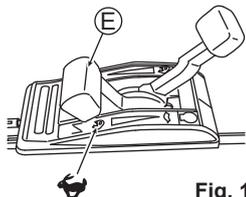

Fig. 15
2. Placez la Manette de gaz (E) en position "STOP" pour commencer à tondre. (Voir Fig. 15)